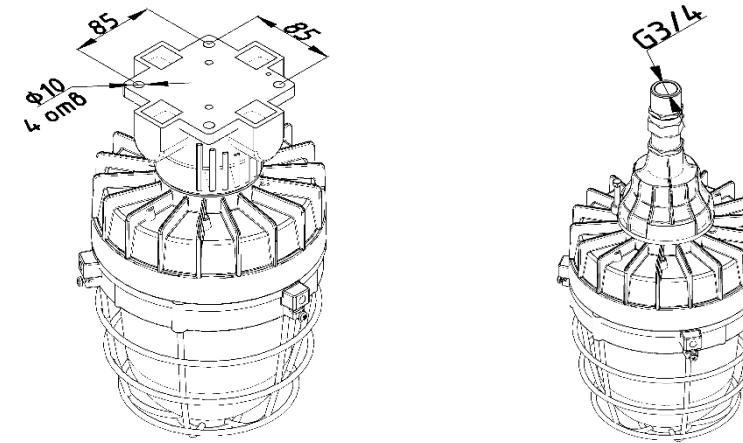

Рисунок 2
4.6. Закрепить светильник на монтажной поверхности, используя комплект стандартного крепления (рисунок 2).